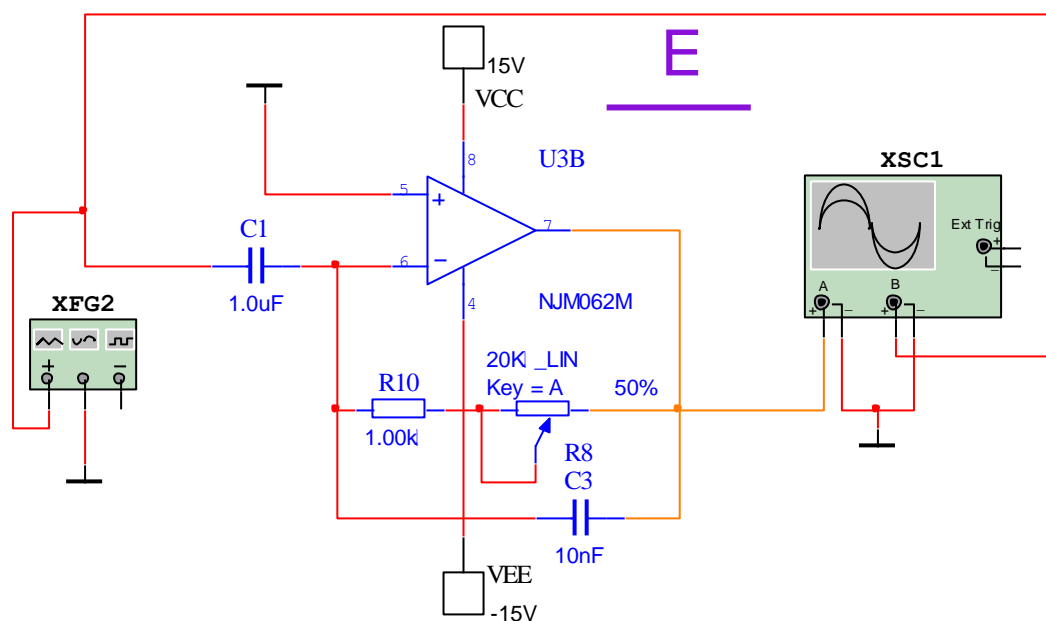

Рисунок 2.5– Принципиальная схема включения дифференциального ОУ
2.6 Активировать программу (меню «Simulate/Run») и провести эксперимент со схемой дифференцирующего усилителя (схема E, рисунок 2.5).